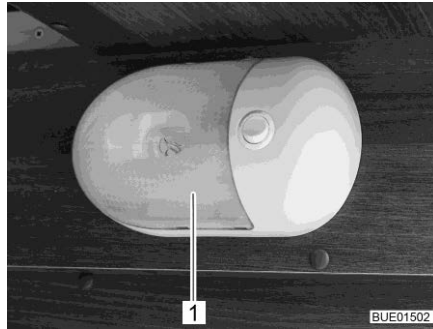

Fig. 298 Luminaire apparent
- Presser le couvercle transparent (Fig. 298,1) avec précaution des deux côtés, l'éloigner légèrement du commutateur et le retirer par l'avant.